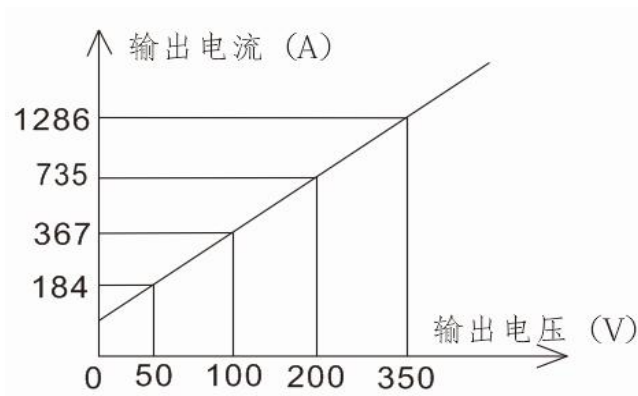

图 33 变频电源装置负载能力曲线
12.6.1 将散热板抽出，用晶体管测试仪对每块功放板进行耐压测试。功放板的布局如图 33、34 所示。有二种情况：一种耐压为零，一种耐压较低但不为零。